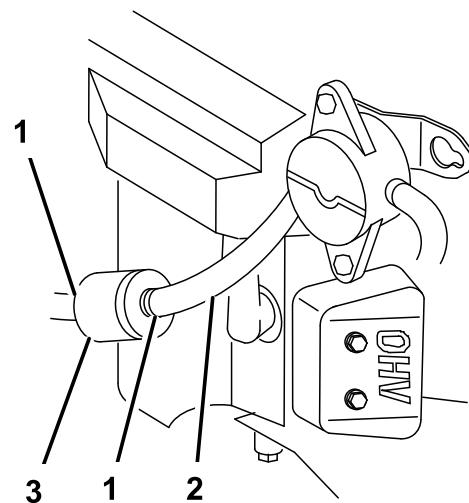

Figure 28
4. Pincez les extrémités des colliers et faites-les glisser pour les éloigner du filtre (Figure 28).